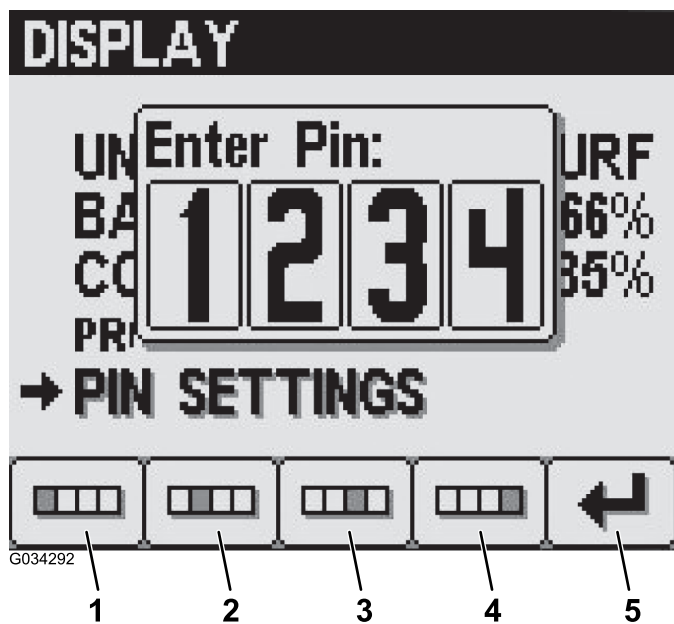

Bild 32
2. Geben Sie mit den Tasten 1 bis 4 eine vierstellige PIN ein und drücken Sie Taste 5, um die PIN in das InfoCenter einzugeben (Bild 32).
- Geben Sie mit den Tasten 1 bis 4 eine vierstellige PIN ein und drücken Sie Taste 5, um die PIN in das InfoCenter einzugeben (Bild 32).
- Geben Sie mit den Tasten 1 bis 4 die alte PIN ein und drücken Sie Taste 5, um die PIN in das InfoCenter einzugeben (Bild 32).